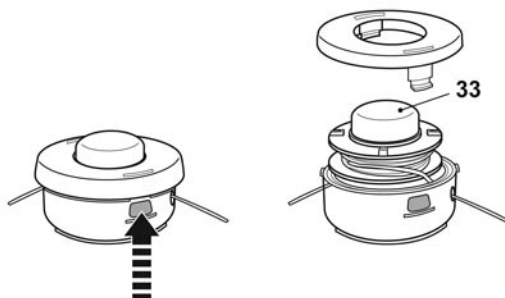

Fig. 32
- > Pentru a înlocui tamburul, apăsați clapetele de pe capacul capului de tăiere pentru a deschide capacul. Rotiți (dacă este necesar) pentru a scoate tamburul epuizat și înlocuiți-l cu unul nou de același tip (Fig. 32).